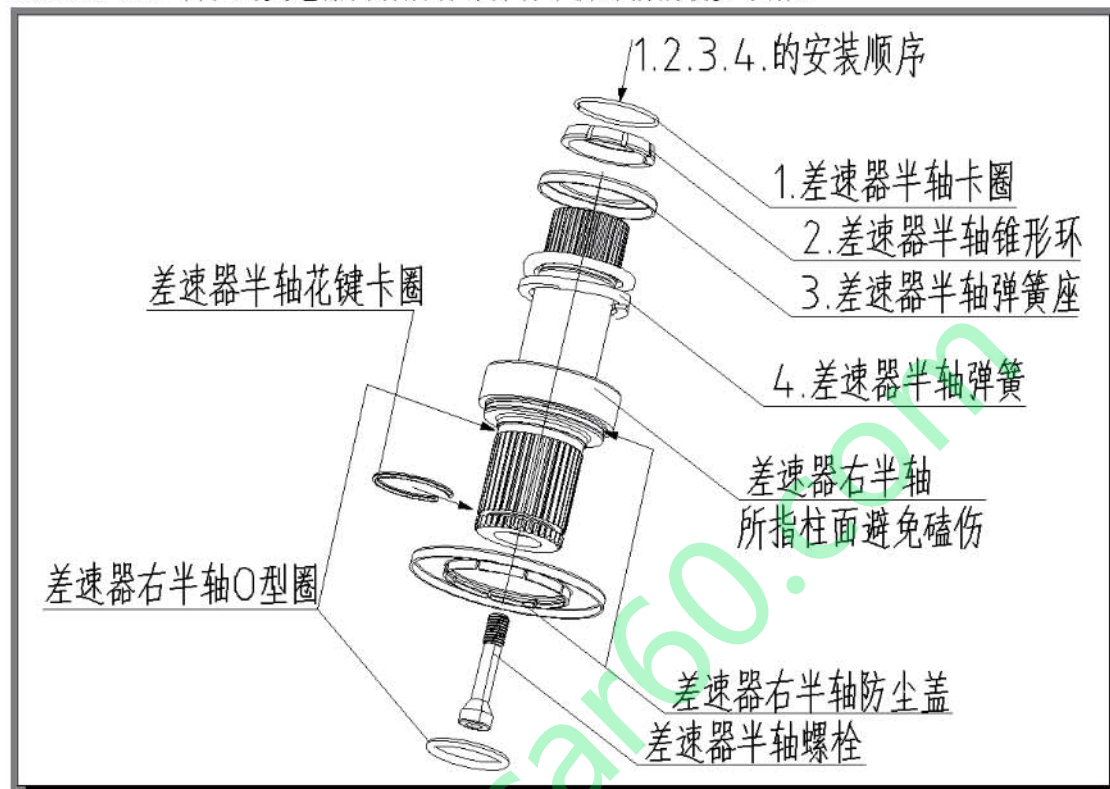
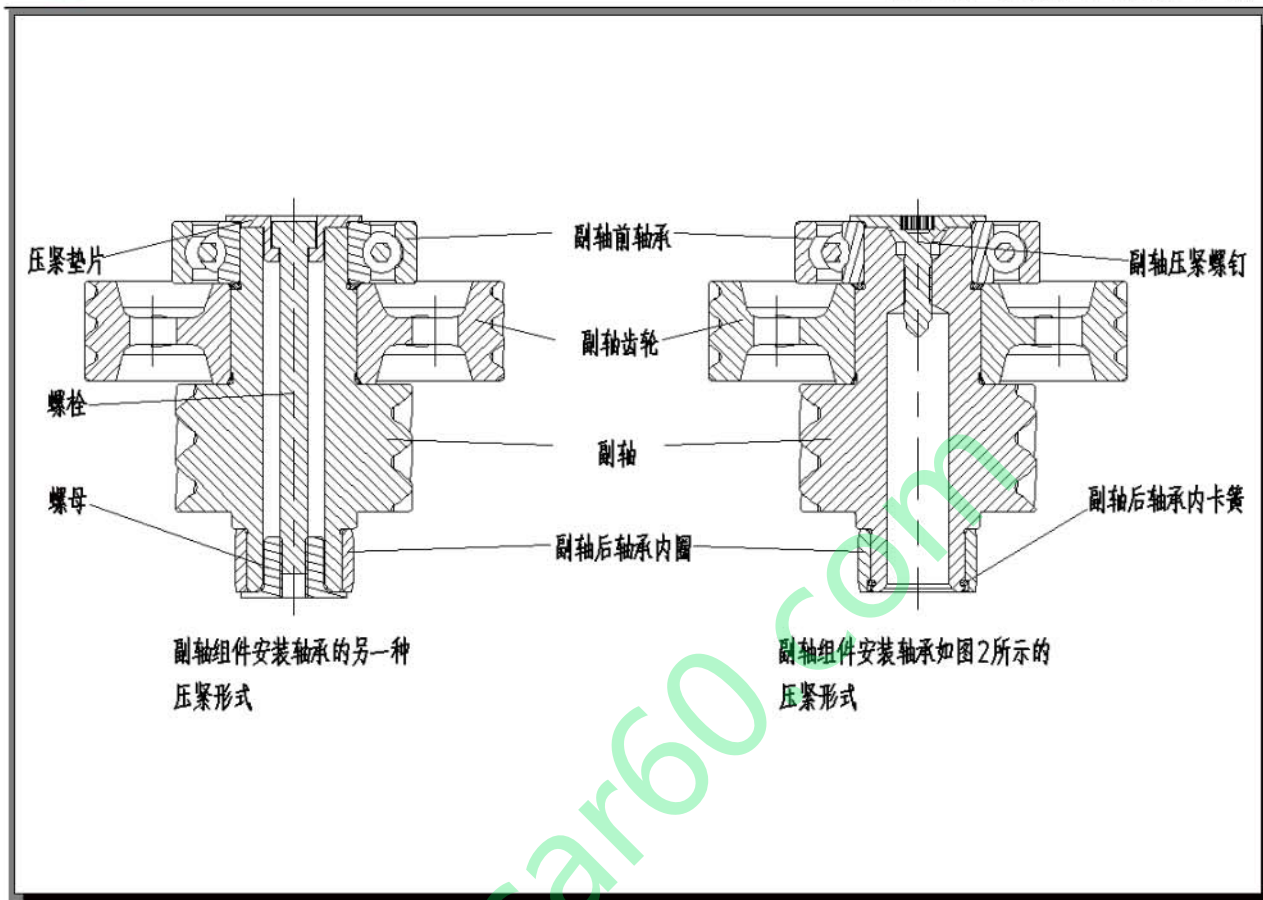

图2-1
图2-2
备注: 序号 25 的差速器半轴组件所有零件如图 2-1 所示; 序号 27 的副轴组件装配轴承的压紧方式有两种, 图示是一种, 还有一种如图 2-2 所示; 序号 1 和 28 的两种螺栓一共 18 个, 合箱螺栓还有一共 17 个的情况; 序号 20 的螺母底面有花纹, 还有使用 Q32006T13F6_六角法兰面螺母(平底面)的情况
1.3 变速器差速器半轴结构图(参考图2-1)和副轴组件结构图(参考图2-2)
如之前所述：必须拆换副轴后轴承“外圈和保持架”组件时，副轴组件也要一起换。参考图 2-2 示意：副轴后轴承内圈在副轴组件上，只是换轴承“外圈和保持架套件”，会造成轴承不配套。